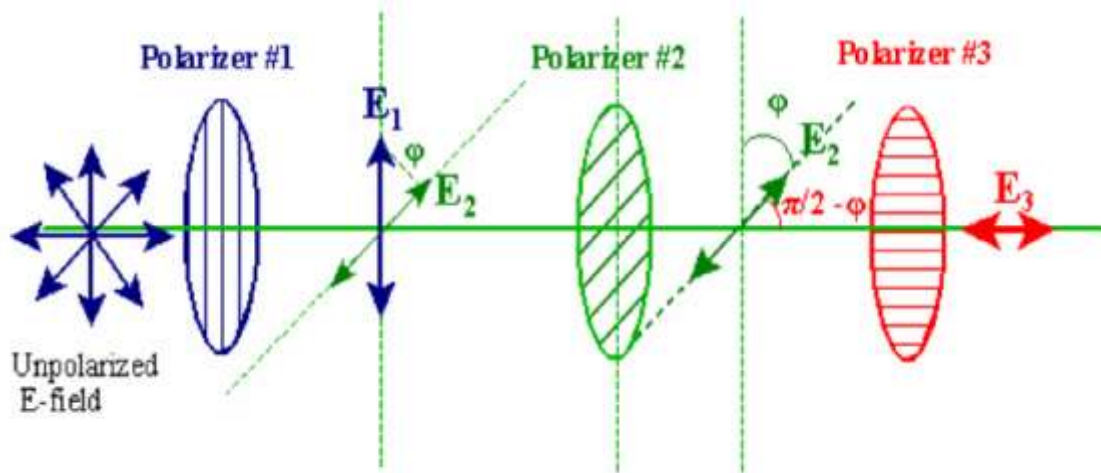

Figura 7: Campo Elétrico Transmitido Através de Três Polarizadores
6. Empurre todos os componentes na Trilha Óptica o mais próximo possível um do outro. Consulte a Figura 7. O disco de abertura no sensor de luz não deve tocar o Analisador de Polarização. Observe que o sensor de luz errado é mostrado na imagem.